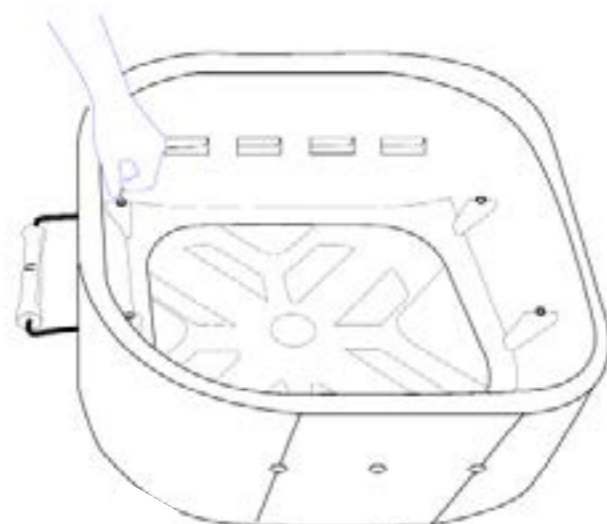

fig 3
passo 5: Repita o passo anterior no segundo furo (fig. 3)